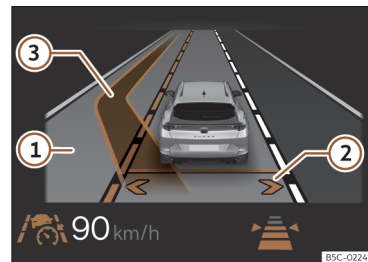

**Fig. 147** No ecrã do painel de instrumentos: visualização da mudança de faixa de rodagem assistida (representação esquemática).
Desta forma, ativa-se a mudança de faixa de rodagem assistida. As setas da sua própria faixa no ecrã do painel de instrumentos mostram-se em cinzento >>> **Fig. 147**
Se o sistema não detetou qualquer objeto no campo de deteção do sistema de sensores e é possível uma mudança de faixa de rodagem assistida para uma faixa adjacente, a faixa correspondente é mostrada no ecrã do painel de instrumentos junto à faixa do condutor. A seta do lado da faixa correspondente aparece em branco >>> **Fig. 147** ②.